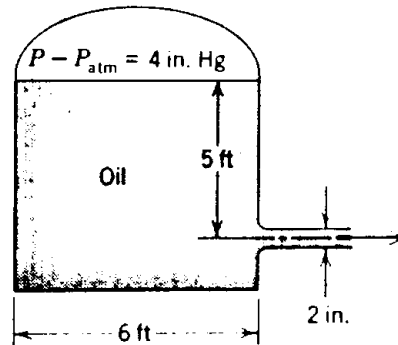

Figura P3.30
3.30 Considere o tanque circular ($D = 6$ ft) representado na figura P3.30. O óleo é drenado por um orifício de 2 in de diâmetro. Considerando que a pressão do ar se mantém constante, quanto tempo leva o nível do óleo a baixar 2 ft? A densidade do óleo é de 0,750 e a do mercúrio 13,6.